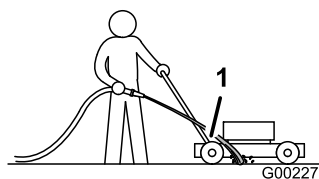

Figura 36
3. Tenete il flessibile da giardino all'altezza della maniglia e indirizzate il getto per terra, davanti alla ruota posteriore destra (Figura 36).